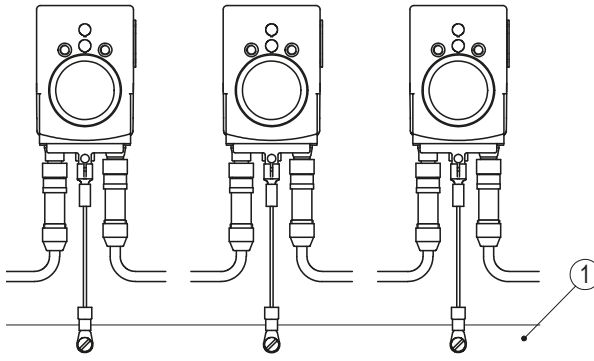

Abb. 5: Erdungsschiene
Zum Schutz vor Störungen müssen die Schirme der Signalleitungen und Netzleitung beidseitig angeschlossen werden. Potentialunterschiede führen zu unzulässigen Strömen auf dem Schirm. Den Erdungsanschluss ④ zwischen den Anschlusssteckern auf das Schutzleiterpotential legen (siehe Abb. 4). Verwenden Sie dazu 6.3 mm Flachstecker oder Kabelschuh mit kurzer Litze 2.5 ... 4 mm² (nicht im Lieferumfang). Bei mehreren Positionsanzeigen wird empfohlen die Erdung auf eine Erdungsschiene ① anzuschließen (siehe Abb. 5).